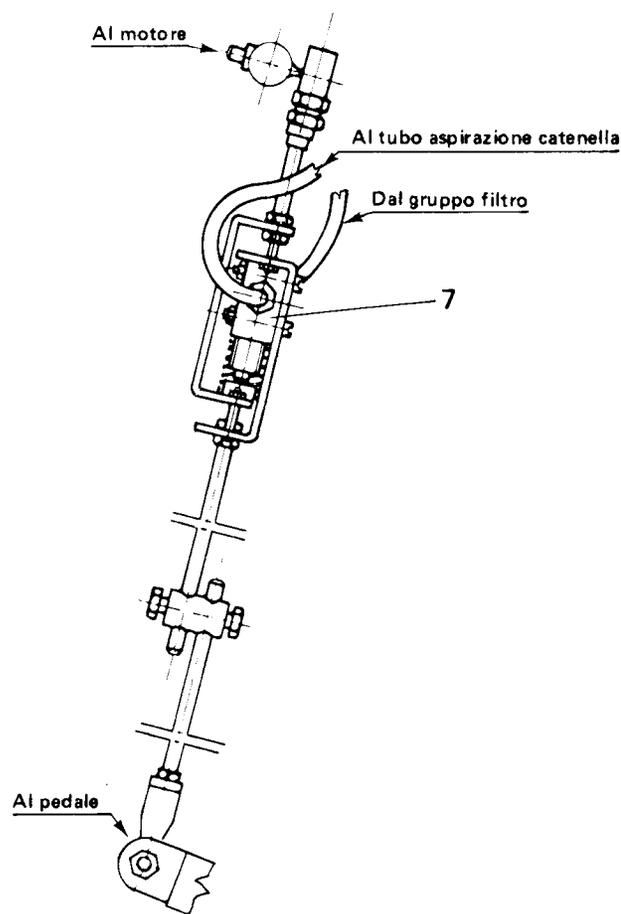

Fig. 2
5.2 – Gruppo tirante con valvola (Fig. 2)